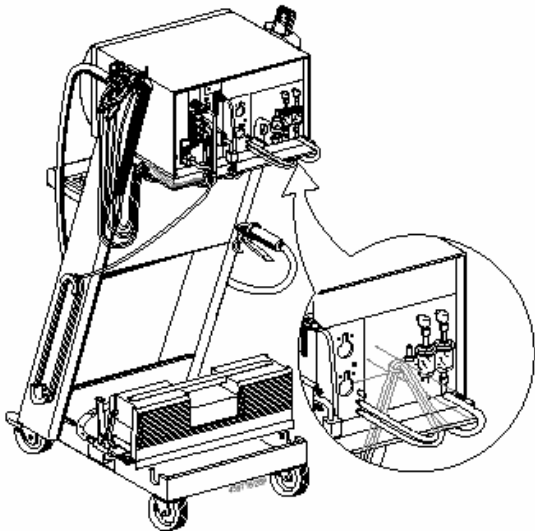

Fig 12: Achterzijde BEA
6. Bevestig de slangen van het uitlaatgasmodule met een bijgeleverde kabelbinder langs de rechtse zijde van de bovenste ligplaat (zie Fig.12).